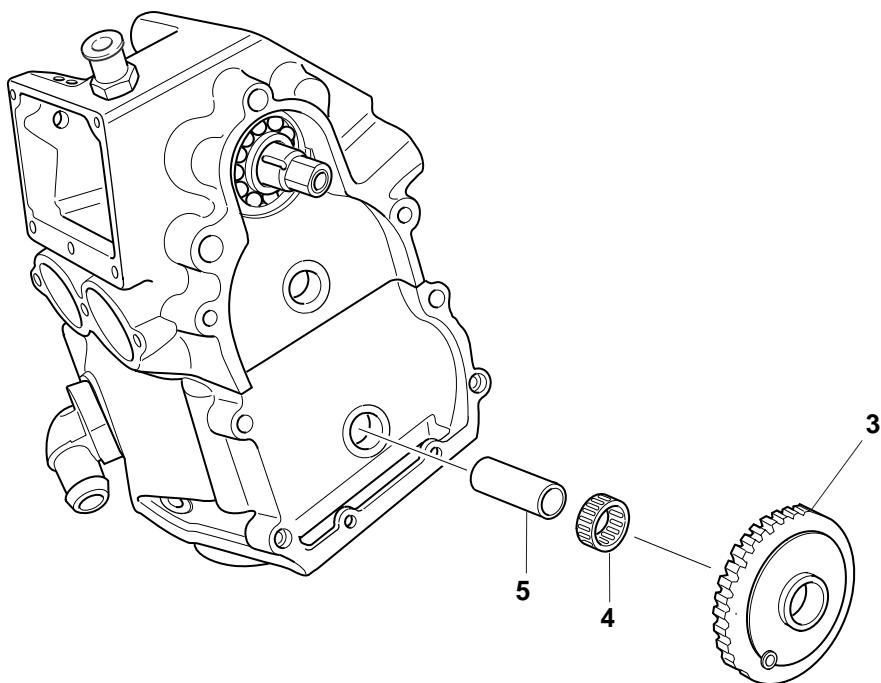

Fig.54
3. To place gear "3" with relative bearing at rollers "4" and steering tubes "5" in his seat on cylinder (Fig. 54).
3.Zahnrad "3" mit dem betreffenden Rollenkäfig "4" und Buchse "5" in seinen Sitz am Zylinder legen (Abb.54).
3. Placer l'engrenage "3" avec relative cage à rouleaux "4" et fourreau "5" dans le siège sur le cylindre (Fig.54).